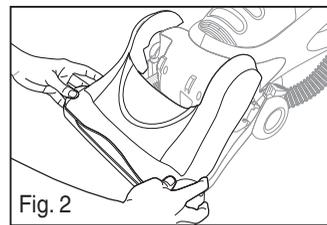

Fig. 2
- Para alfombras, pise el pedal del cepillo de rodillo para encenderlo. Para pisos desnudos, asegúrese de que el cepillo de rodillo esté apagado. (Fig. 2).
- Cerciórese de que el mango esté en posición vertical y de que el cepillo de rodillo esté apagado (Fig. 2).
- Levante y retire la cubierta del cepillo de rodillo (Fig. 2).